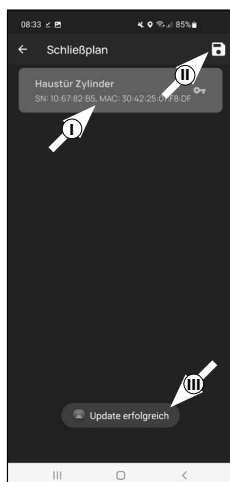
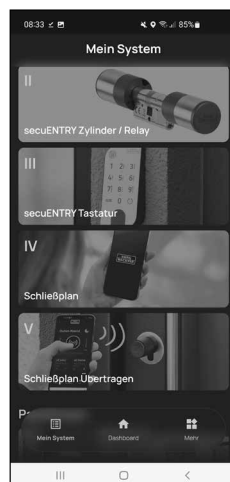

Fig. 3
Fig. 4
- ④ Les cylindres enregistrés dans l'application apparaissent au menu suivant. Sélectionnez le cylindre que l'utilisateur indiqué précédemment doit pouvoir ouvrir (I) (Fig. 3). Si vous avez plusieurs cylindres et souhaitez les attribuer, sélectionnez tous les cylindres désirés. Mémorisez en haut à droite (II) (Fig. 3). Vous recevez immédiatement une courte confirmation (III) (Fig. 3).
- ⑤ Renouvelez l'opération pour d'éventuels utilisateurs complémentaires.
- ⑥ Revenez au menu « Mon système » (Fig. 4)
- ① Appuyez dans « Mon système » sur l'élément du menu « V - Transmettre plan de fermeture » (Fig. 4).